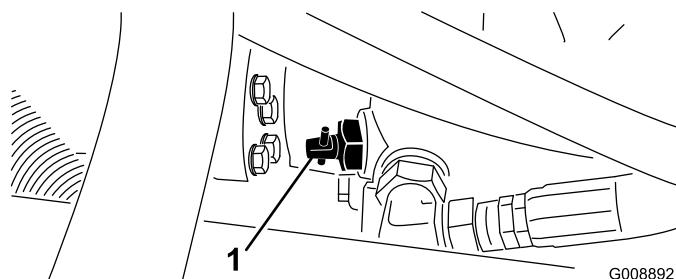

Bild 38
1. Ermitteln Sie das Sicherheitsventil an der Pumpe (Bild 38) und drehen Sie das Ventil um 90 Grad.